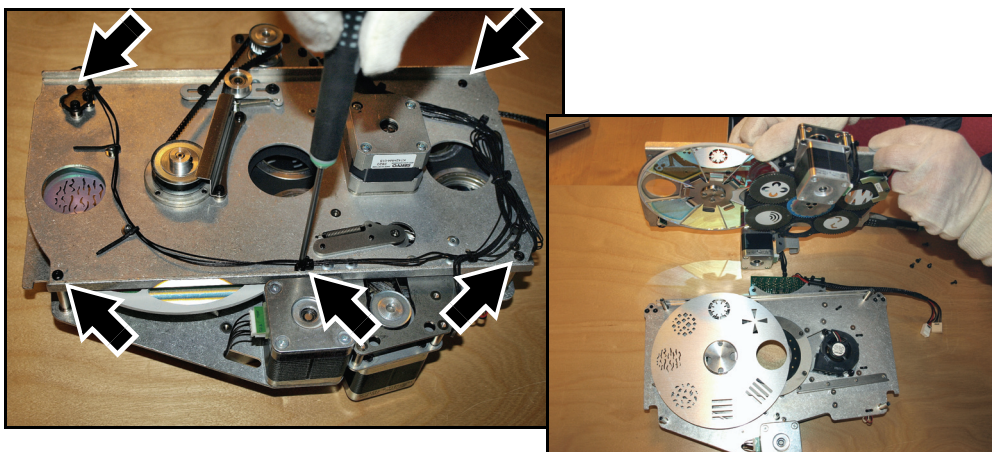

Figure 18: Ouverture du module projection
6. Voir Figure 18. Placez le module de projection sur une surface de travail propre, comme illustré ci-dessous. Retirez les 5 vis Torx 10 (repérées) qui ferment le module et ouvrez-le pour accéder aux composants de projection.